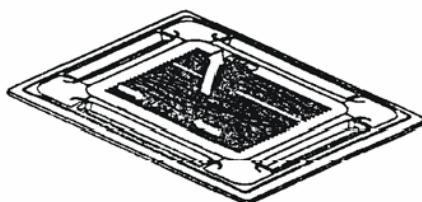

Figura 9
- Deslice al tiempo las dos palancas de la rejilla hacia el centro, y tire de ellas hacia arriba. (Vea la figura 9)
- Mueva la rejilla hasta un ángulo de 45 grados y retírela. (Vea la figura 9)